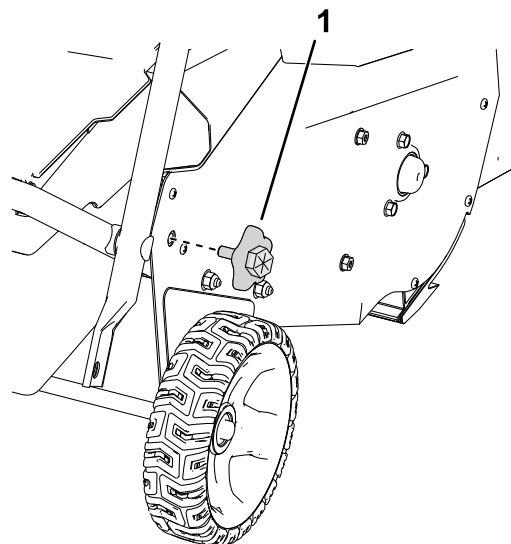

Рисунок 4
4. Снимите нижние маховички рукоятки с обеих сторон машины (Рисунок 4).